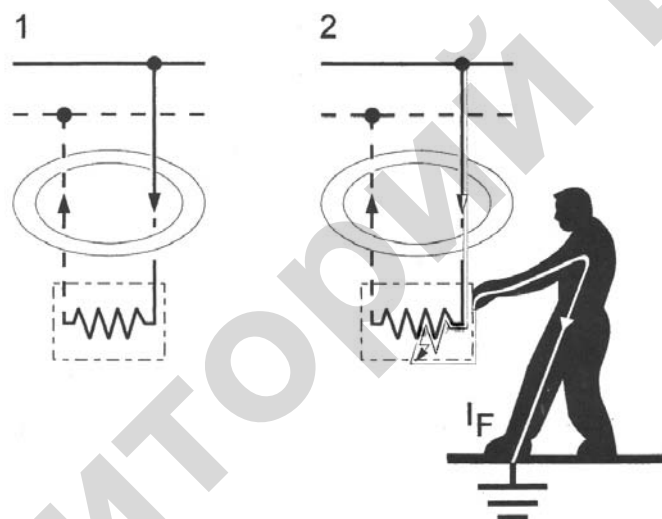

Рис. 4. Происхождение токов повреждения,  $I_F$ :
**Токи повреждения** – токи, текущие к нейтральной точке системы через защитный проводник или непосредственно через человека на землю из-за повреждения изоляции в электрических установках или устройствах (рис. 4).
Основная задача устройства защитного отключения (УЗО) – защита человека от поражения электрическим током и от возникновения пожара, вызванного утечкой тока через изношенную изоляцию проводов и некачественные соединения. Основными компонентами устройства защитного отключения являются трансформатор суммарного тока, магнитное переключающее устройство и контактная система с контактным механизмом. Все фазные проводники и нейтральный проводник на входной стороне устройства, которое должно быть защищено, питаются через трансформатор суммарного тока ( $I$ ) (см. схему на рис. 4а).
Рис. 4а. Принцип работы устройств остаточного тока: